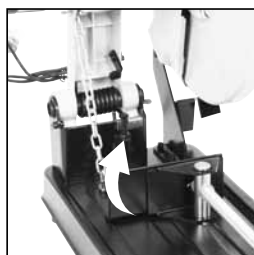

FIG. 6
- Draai de borgmoer op de stopschroef voor de neerwaartse beweging los. (**Fig. 6**)